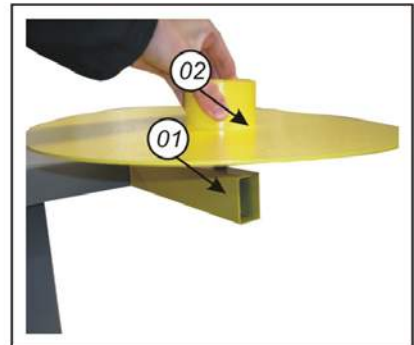

Fig. 08
- ✓ Em seguida coloque a peça 02 no encaixe da peça 01 fig. 08.